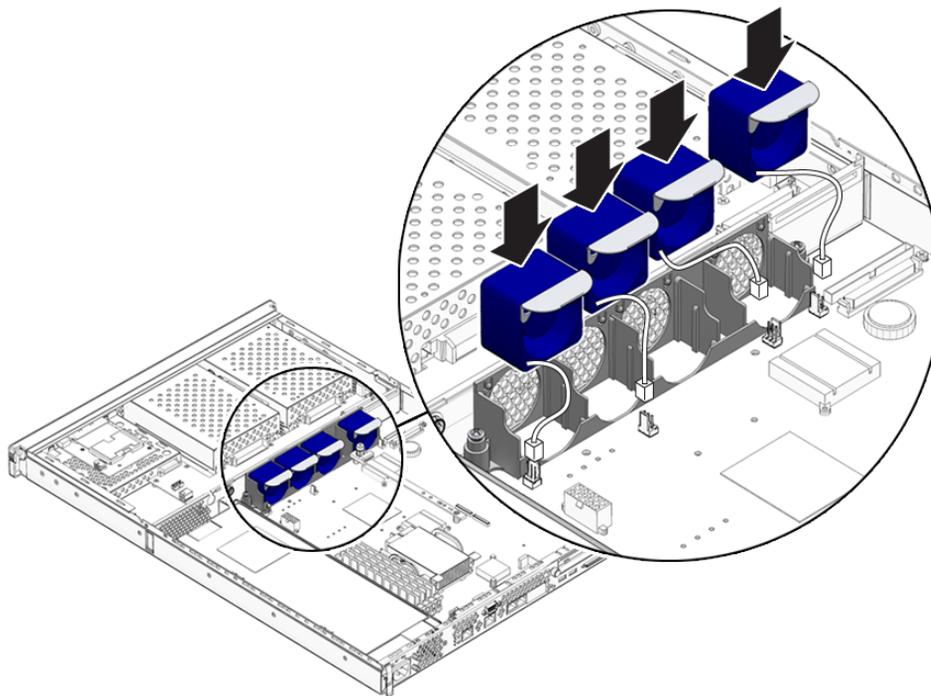

FIGURE 1-11 Débranchement des câbles d'alimentation des ventilateurs
2. Débranchez le câble d'alimentation des ventilateurs de la carte système (FIGURE 1-11).